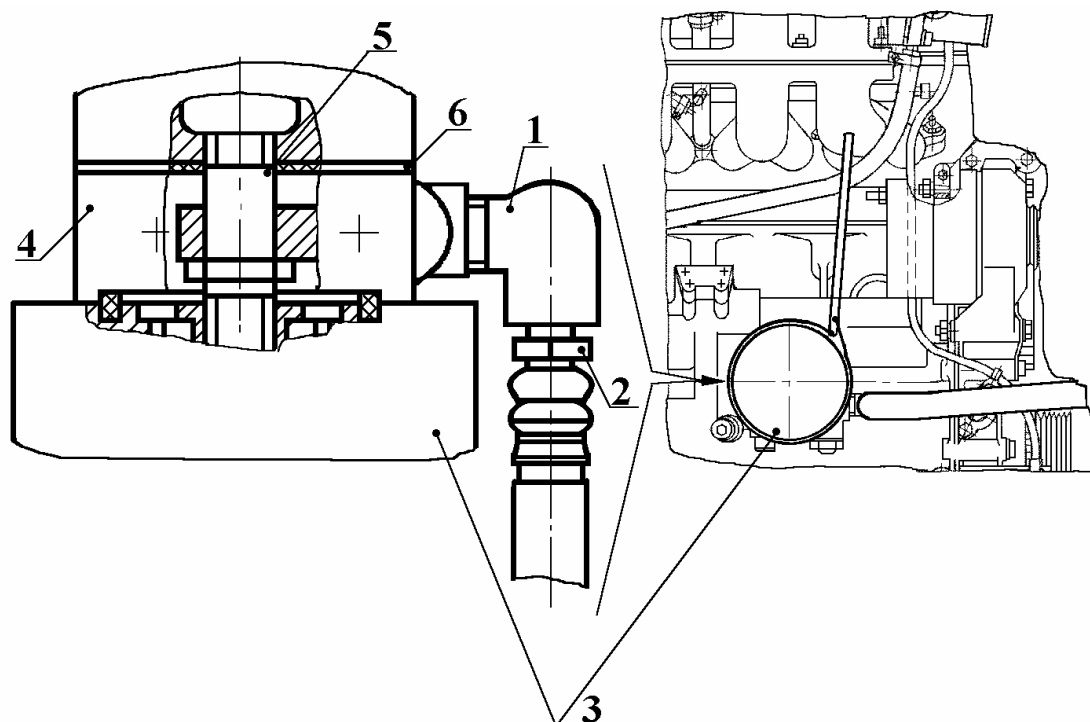

Рис. 8. Снятие и установка термодклапана:
9.1. Отсоединить шланг от термодклапана 4 (рис. 8), вывинтив упорную гайку 2 шланга из отверстия углового штуцера 1 термодклапана 4